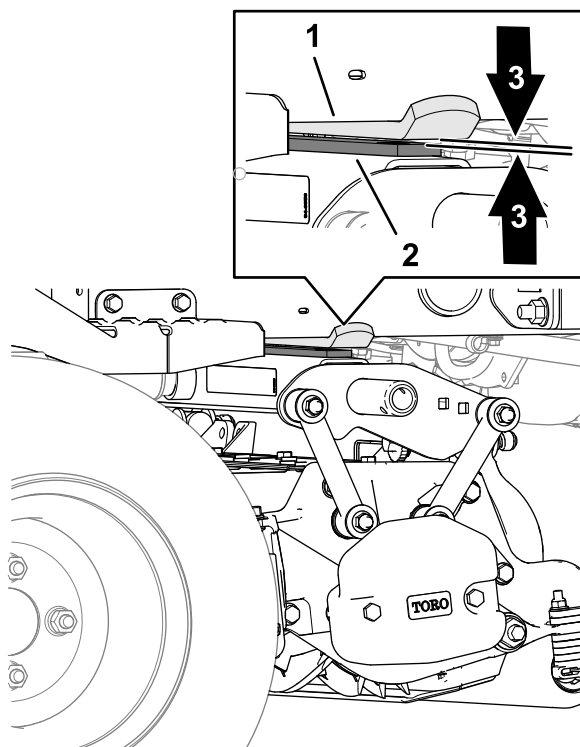

Bild 27
4. Messen Sie am hinteren Mähwerk den Abstand zwischen dem Verschleißbands an der Oberseite der Verschleißleiste des hinteren Mähwerks und dem Anschlag des Stoßfängers (**Bild 27**).